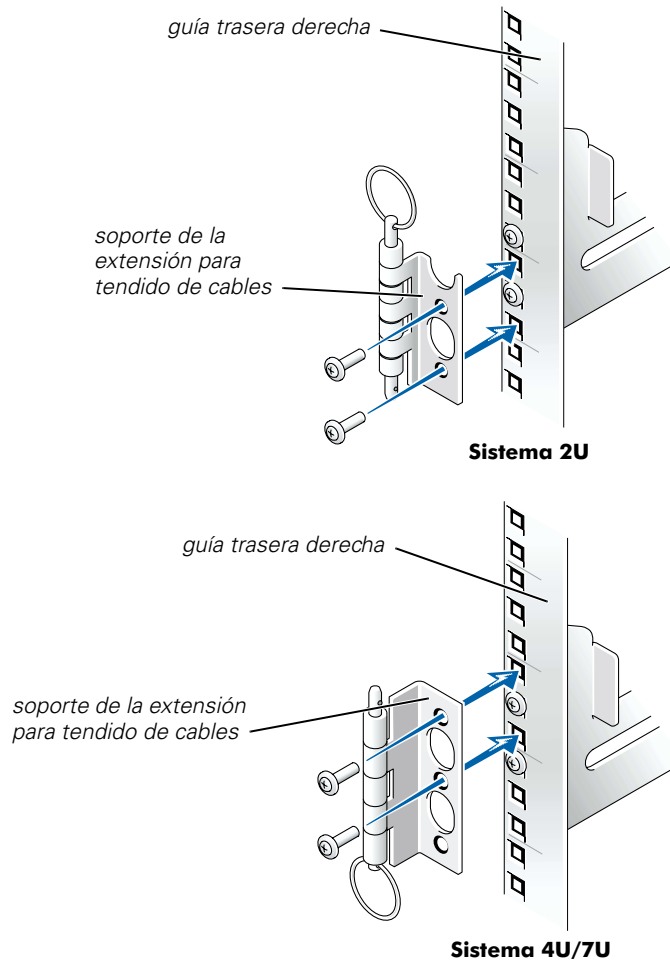

Figura 4-4. Conexión de la extensión para tendido de cables al rack
1. Mirando hacia la parte trasera del armario rack, alinee el soporte en ángulo recto de la extensión para tendido de cables por encima de los tornillos de montaje de las guías situados en la guía trasera vertical del armario, como se indica en la Figura 4-4.
2. Sujete la extensión para tendido de cables al rack mediante dos tornillos Phillips (consulte la Figura 4-4).